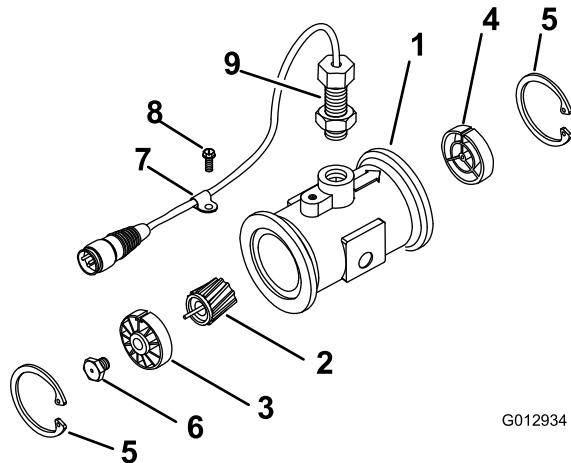

Bild 65
3. Entfernen Sie den Halterung an der vorgeschalteten Seite (Bild 65).